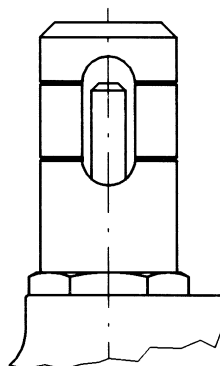

Fig. 17
- 5) Die Einstellung des Pilotreglers 3 durch Drehen der Einstellschraube 11 im Uhrzeigersinn ganz erhöhen, ohne jedoch den Schalterpunkt des SAV zu überschreiten, und gegebenenfalls die Einstellung des Monitorpilotreglers 10 herabsetzen. Durch Prüfen der Hubanzeigen durch die Schaugläser (Abb. 17) kontrollieren, ob der Monitorregler 7 seine Arbeitsstellung einnimmt und ob der Regler 1 ganz öffnet.
- 5) *Augmenter complètement l'étalonnage du pilote 3 en tournant la bague 11 dans le sens des aiguilles d'une montre, sans dépasser la valeur d'intervention de la vanne de sécurité, et diminuer éventuellement l'étalonnage du pilote 10 du monitor. S'assurer que le monitor 7 prend sa position de fonctionnement et que le détendeur 1 atteint l'ouverture maximum en contrôlant la position des indicateurs de course à travers les regards (fig. 17).*
- 8) Durch Prüfen der Hubanzeigen durch die Schaugläser (Abb. 17) kontrollieren, ob der Monitorregler ganz öffnet und ob der Betriebsregler seine Arbeitsstellung einnimmt.
- 8) Vérifier que le monitor se positionne en complète ouverture et que le détendeur prenne la position de fonctionnement en contrôlant les positions des indicateurs de course à travers les regards (fig. 17).